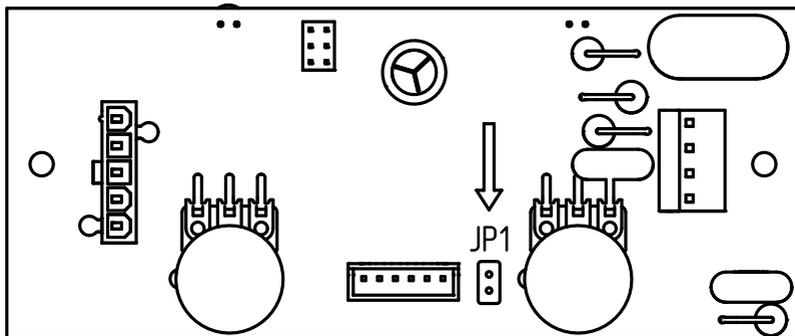

Рис.12 Плата пульта управления
2. Замкните выводы перемычки JP1 (**Рис.12**) на плате управления и включите электропитание;